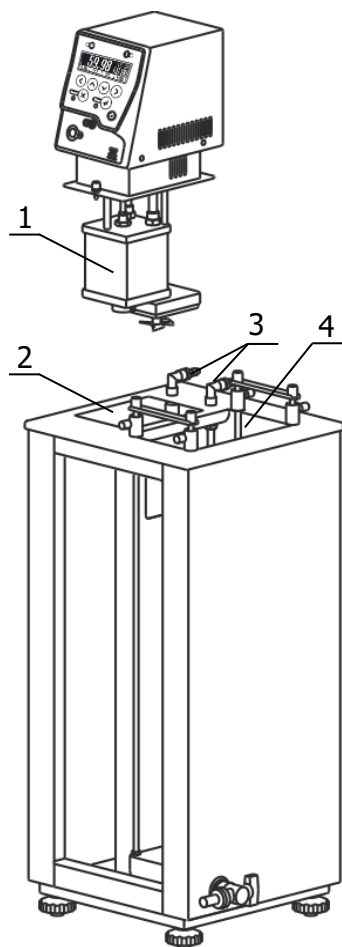

Рисунок 2 — Установка блока регулирования
2.2.3 Установить блок регулирования температуры в отверстие крышки ванны термостата 2 (рисунок 2), насадив резервуаром 1 на выходную трубку 3 (рисунок 1). После установки закрепить блок регулирования на ванне винтовыми фиксаторами.
2.2.4 Заполнить ванну термостата теплоносителем через отверстие над рабочей зоной 4 (рисунок 2). Температурный диапазон применения теплоносителя должен соответствовать значениям, указанным в 1.2.6. Уровень теплоносителя в ванне должен быть ниже уровня крышки на 10–20 мм.
2.2.6 Причина отсутствия перелива — неправильная работа насоса, вызванная воздушной пробкой, образовавшейся в резервуаре 1 (рисунок 2). Для ее устранения необходимо:
2.2.7 Для работы термостата при температурах теплоносителя, близких к окружающей температуре, может потребоваться дополнительное охлаждение с помощью встроенного теплообменника. В этом случае необходимо подключить термостат к водопроводной сети или специальному холодильному устройству при помощи шлангов, присоединенных к штуцерам встроенного теплообменника 3 (рисунок 2). Поток охлаждающей жидкости должен быть равномерным и, по возможности, небольшим. Дополнительное охлаждение не требуется, если температура теплоносителя выше температуры окружающей среды более чем на 20 °С.
Крышку комплекта устанавливают над рабочей зоной термостата 4 (рисунок 2) с помощью винтов для крепления держателей из комплекта поставки термостата.